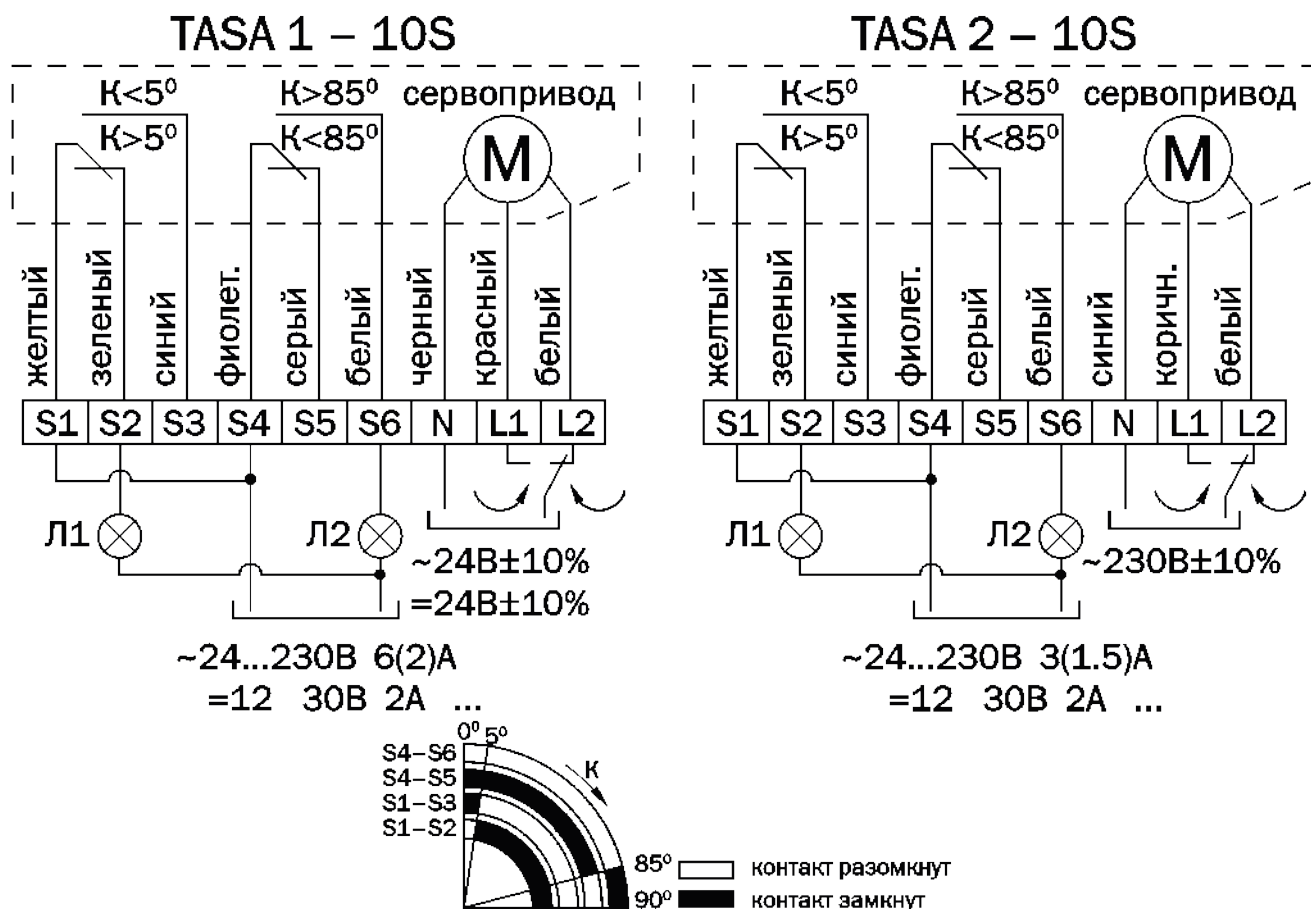
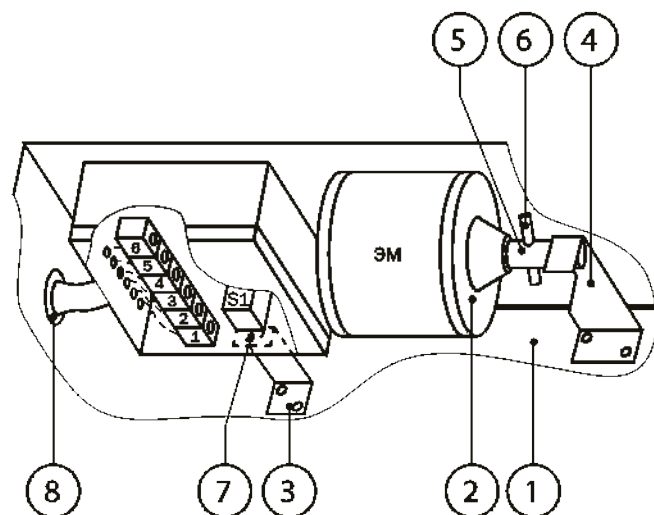

Рисунок 28. Схема клапанов с электросервоприводом VILMANN
Рисунок 29. Клапан с электромагнитным приводом
(см. рисунок 29) проверяется подачей напряжения с блока управления на выводы электромагнита (2) (клеммы 1 и 2 на электросхеме рис. 28) перевести лопатку (1) в рабочее положение (открыть). При этом рычаг (3), закрепленный на лопатке, освободит концевую кнопку (7), тем самым обесточив цепь питания магнита. При наличии системы сигнализации (клеммы 3, 4 и 5 на электросхеме рис. 28) подастся напряжение на соответствующий вывод.